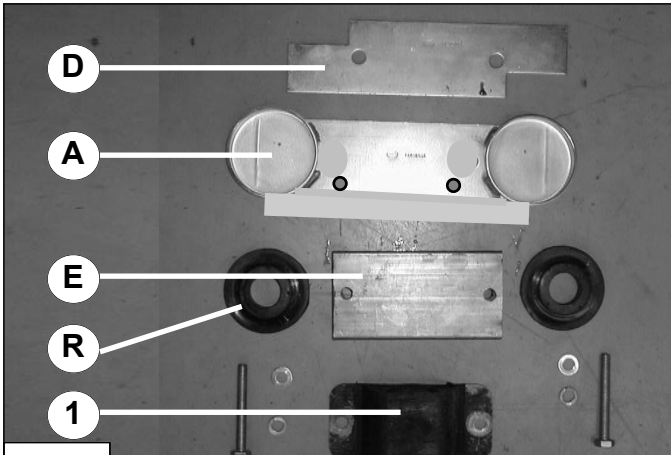

Fig.1.
3. Montez la cale **D**, le support supérieur **A**, le support de tampon **E** et le tampon d'origine **1** à l'aide des boulons et des rondelles fournis. Voir les figures 1 et 2. Montez le support supérieur de manière à ce que les ressorts auxiliaires soient positionnés le plus possible vers l'intérieur du véhicule.